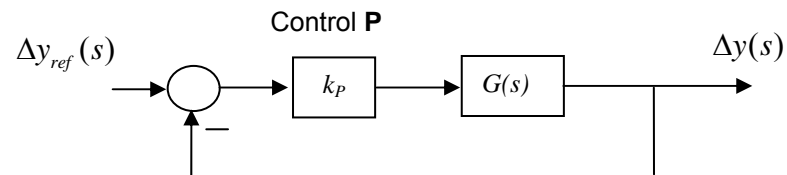

Figura 3: Control Proporcional
- l. Se implementa un control por realimentación de salida del tipo P (Proporcional) para el modelo incremental lineal de los apartados f. y g., como se indica en la Figura 3.
Determine el rango de valores de la constante k_p que asegura que el sistema en lazo cerrado de la Figura 3 sea BIBO estable.
- m.** Implemente en Simulink el sistema en lazo cerrado de Figura 3, para un valor $k_p = 1000$.